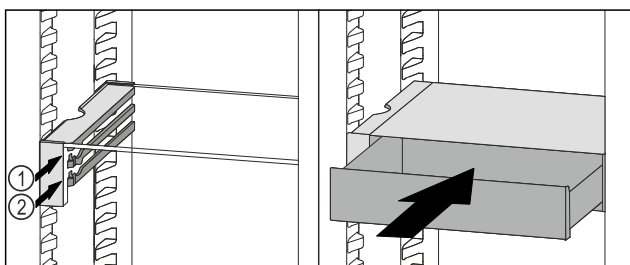

Fig. 121
- ▶ Placera VarioSafe-lådan bakom stoppklackarna på önskad list Fig. 121 (1) eller Fig. 121 (2).